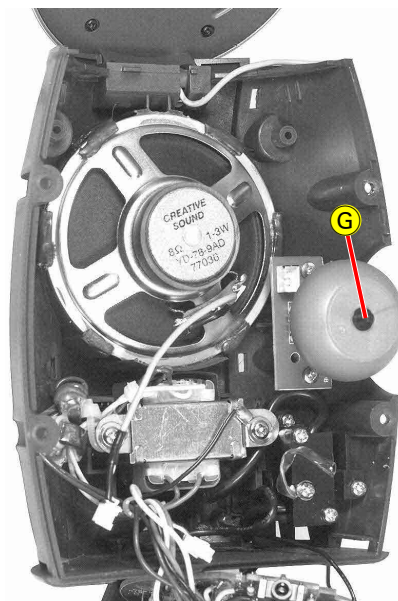
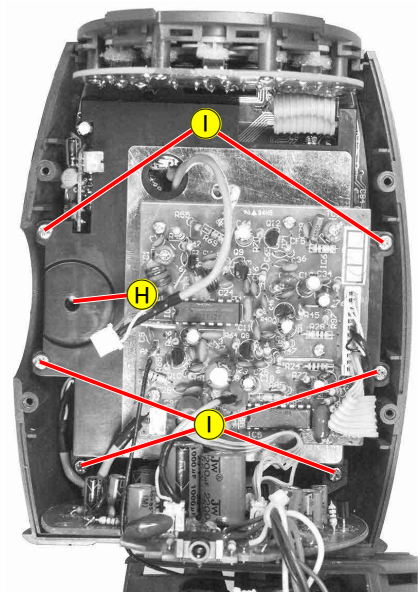

Fig. 5
Fig. 6
- Beim Zusammenbau darauf achten, dass der Lautstärkereger **G** (Fig. 5) in seine Führung **H** (Fig. 6) an der Frontseite eingreift.
- When reassembling take care that the volume control knob **G** (Fig. 5) engages with its guide **H** (Fig. 6) at the front part.
- 6 Schrauben ① (Fig. 6) herausdrehen.
- Undo 6 screws ① (Fig. 6).